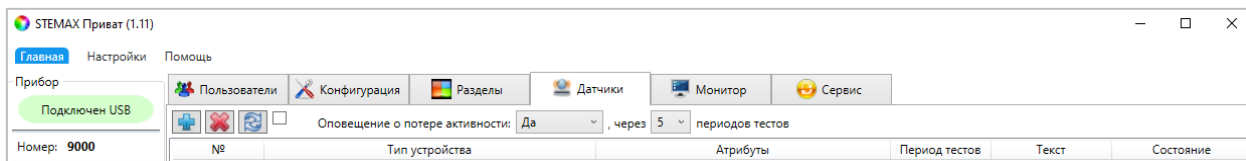

Рисунок 7.39 – Вкладка *Датчики*
1. На вкладке *Датчики* нажмите кнопку  (см. рисунок 7.39).